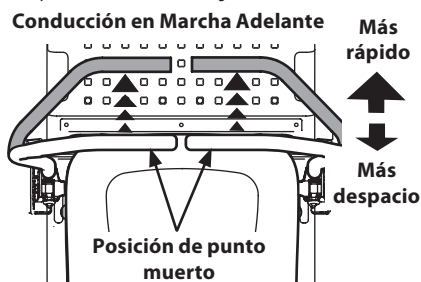

Figura 21
1. Mueva las palancas de control de la transmisión de forma lenta y pareja hacia adelante. El tractor comenzará a desplazarse hacia adelante (Figura 21).